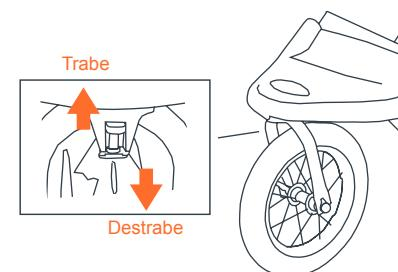

Fig. 12
- 12)** • La rueda delantera está equipada con un mecanismo de bloqueo de giro. Empuje la palanca rueda hacia arriba para enganchar el pestillo y empuje hacia abajo para desenganchar el mecanismo de bloqueo (Fig. 12).